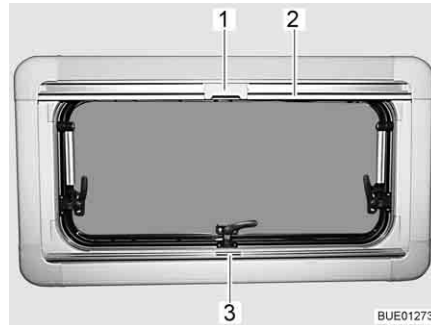

Fig. 101 Ventana abatible
- Sujetar el estor plegable por el centro del agarradero (Fig. 101,3), tirar de abajo a arriba y soltarla a la altura deseada. El estor plegable se queda fijo a esta altura.
- Tirar del agarradero de la mosquitera enrollable (Fig. 101,2) hacia abajo hasta que choque con el agarradero del estor plegable (Fig. 101,3).
- Bloquear el cierre (Fig. 101,1) de la mosquitera enrollable con el agarradero del estor plegable.
- Empujar hacia atrás el cierre (Fig. 101,1) de la mosquitera enrollable por arriba.
- Regresar la mosquitera enrollable lentamente en el agarradero (Fig. 101,2).